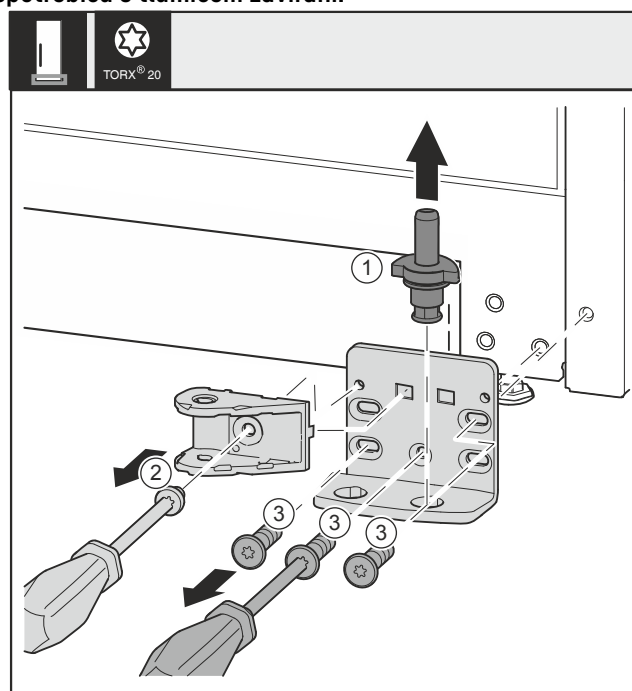

Fig. 33 *
- Ložiskový čep Fig. 33 (1) celý vytáhněte nahoru.*
- Šroubovákem vyšroubujte šrouby Fig. 33 (2) a sejměte spojení tlumiče zavírání.*
- Šroubovákem vyšroubujte šrouby Fig. 33 (3) a sejměte stojan ložiska.*